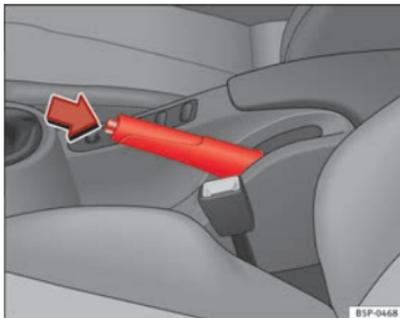

Abb. 152 Handbremse zwischen den Vordersitzen ▶
⇒ **Abb. 152**.
- Ziehen Sie den Hebel etwas nach oben, drücken Sie die Entriegelungstaste in Pfeilrichtung ⇒ **Abb. 152** und führen Sie den Handbremshebel ganz nach unten ⇒ **△**.